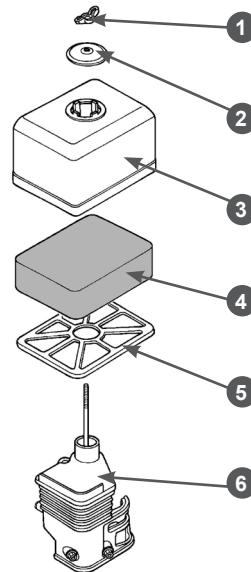

Рис. 21 Обслуживание воздушного фильтра
1. Открутите барашковую гайку 1, снимите шайбу 2 и крышку 3 воздушного фильтра в сборе с фильтрующим элементом 4 и сепаратором 5 (Рис. 21).
2. Извлеките из крышки 3 сепаратор 5 и фильтрующий элемент 4 (Рис. 21).
4. При незначительном загрязнении промойте поролоновый фильтрующий элемент 4 (Рис. 21) теплым-мыльным раствором и просушите. Поврежденный или сильно загрязненный поролоновый фильтрующий элемент замените.
6. Произведите очистку крышки 3 воздушного фильтра, сепаратора 5 и основания 6 воздушного фильтра, не допуская попадания грязи и пыли в воздуховод, ведущий к карбюратору (Рис. 21).